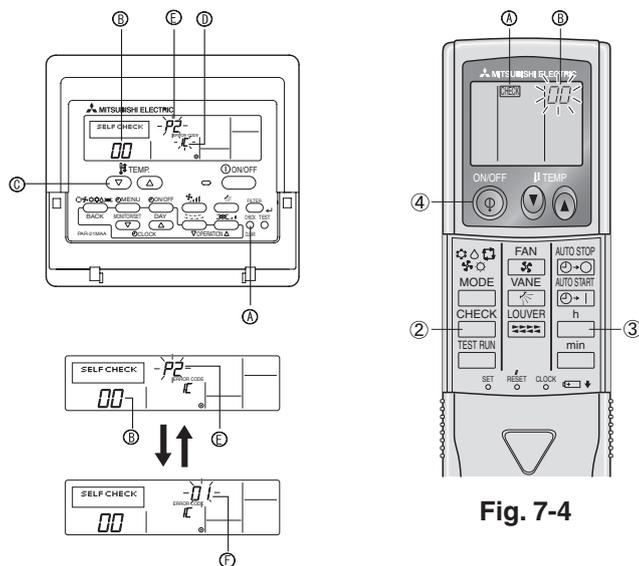

Fig. 7-3
7.3.1. Für die verdrahtete Fernbedienung (Fig. 7-3)
- ① Den Netzstrom einschalten.
- ② Die [CHECK] (PRÜFEN)-Taste zweimal drücken
- ③ Bei Verwendung der System-Steuerung mit der [TEMP]-Taste die Kältemitteladresse einstellen.
- ④ Zum Ausschalten der Selbstprüfung die [ON/OFF] (EIN/AUS)-Taste drücken.